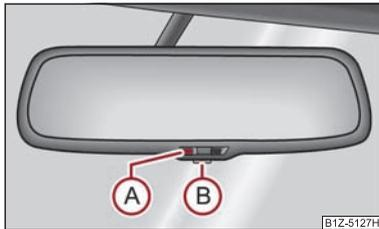

Fig. 53 Rétroviseur intérieur jour/nuit automatique
- Appuyez sur la touche (B) - le témoin (A) s'allume ⇒ fig. 53.